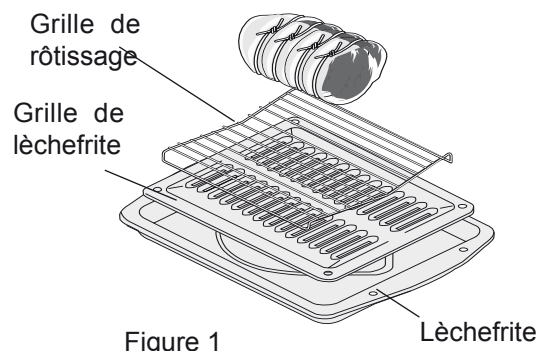

Figure 1
- Pour le rôtissage par convection, servez-vous toujours de la lèchefrite et de son couvercle ainsi que de la grille de rôtissage convection (Figure 1). La graisse s'écoule dans la lèchefrite et son couvercle prévient les éclaboussures de graisse. La grille de rôtissage supporte la viande.